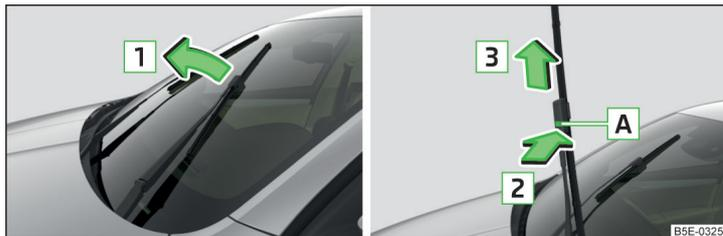

Abb. 236 Scheibenwischerblatt der Frontscheibe
- › Den Scheibenwischerarm von der Scheibe in Pfeilrichtung **1** anheben » Abb. 236.